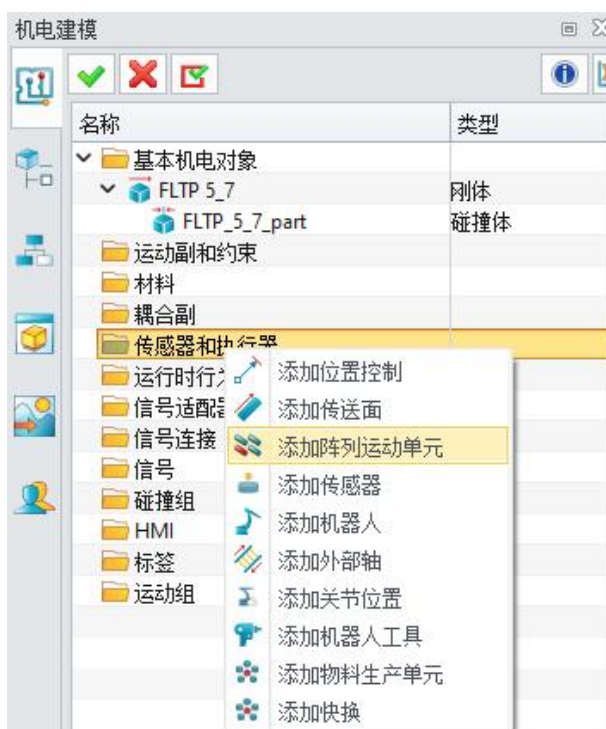

图 7-8: 添加阵列运动
- 单击“确定”为“FLTP5\_7”创建碰撞体。（图 7-8）